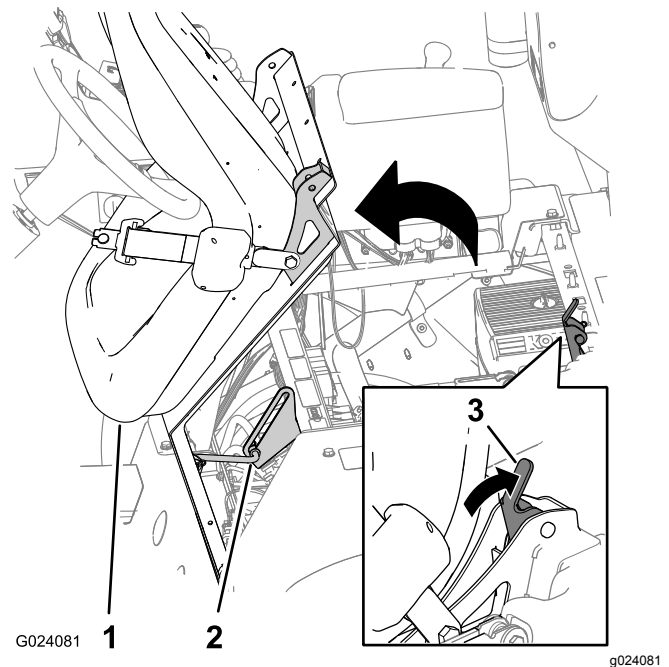

Figura 3
2. Desenganche el asiento empujando hacia atrás la palanca de enganche del asiento (Figura 3).
3. Gire el asiento y la chapa del asiento hacia delante, hasta que el extremo de la varilla de sujeción esté en la parte inferior de la ranura del soporte (Figura 3).